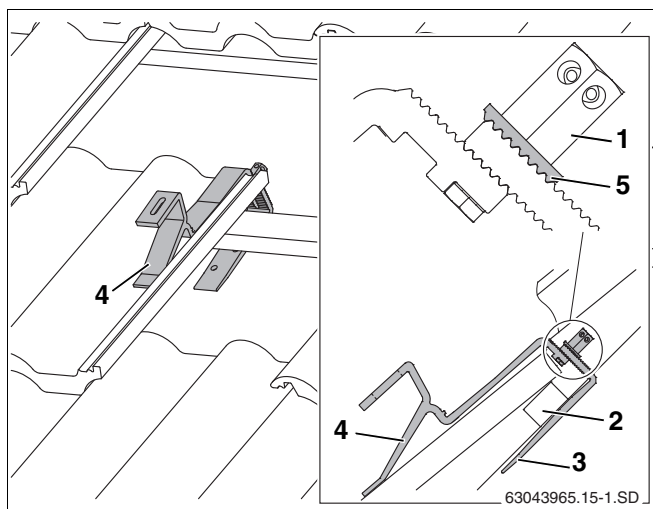

Рис. 13 Установленные кровельные крюки (для наглядности изображены не все элементы черепицы)
- ▶ Установите крюки так, чтобы передняя подпорка легла во впадину черепицы (рис. 13, поз. 4).
- ▶ Сдвиньте вверх нижнюю часть кровельного крюка (рис. 13, поз. 3) так, чтобы она прилегала к обрешетке крыши (рис. 13, поз. 2).
- ▶ Затяните высокие гайки (рис. 13, поз. 1). Для этого вставьте ключ SW 5 в отверстие гайки и поверните его.
Зубчатая подкладная шайба (рис. 13, поз. 5) должна войти в зацепление с нижней частью кровельного крюка.